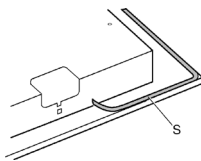

Fig. 5
- Rovesciare l'apparecchio e stendere lungo il bordo esterno la guarnizione S (fig. 5).